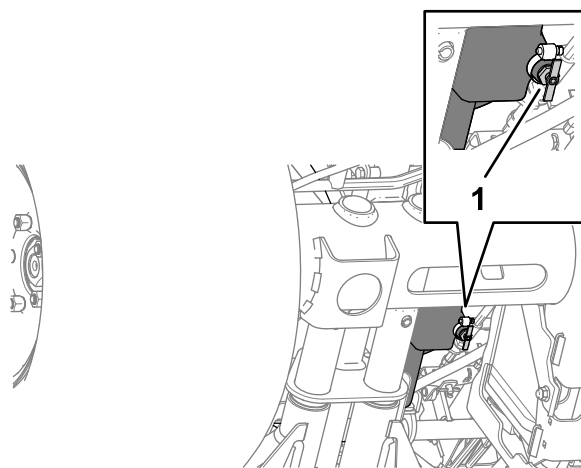

Figure 89
- Placez un bac de vidange sous le robinet de vidange du réservoir de carburant (Figure 89).